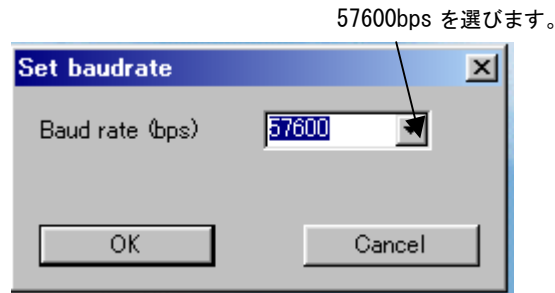

図34 「Set baudrate」ウインドウ
- ⑤ 「Setting」ボタンを押します。図34で示されるウインドウ内の「Baud rate」設定プルダウンメニューからボーレートを図のように57600を選んで下さい。設定後、「OK」ボタンを押して下さい。